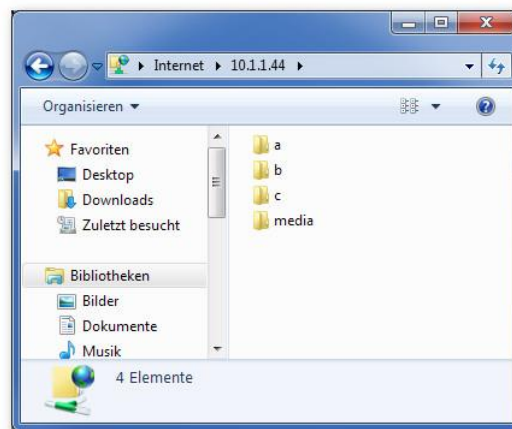

Abb. 9-5: FTP-Server der Steuerung im Explorer-Fenster
- Der FTP-Server der Steuerung meldet sich wie in Abb. 9-5 dargestellt.